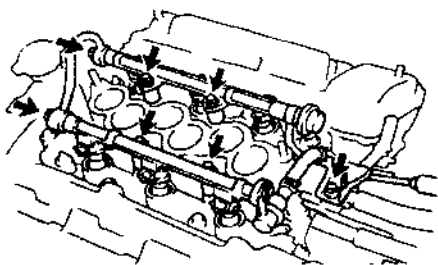
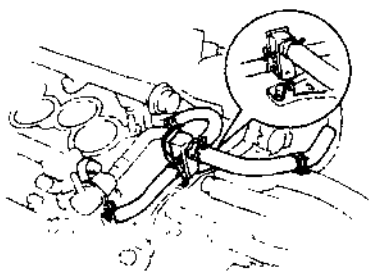

图 1.41 燃油管和输油管的固定
图 1.42 辅助空气管道的安装位置
- 拧紧2个接头螺栓，将2号燃油管固定到输油管上。如图1.41所示。扭矩为 $32\text{N} \cdot \text{m}$ 。
- ② 安装辅助空气软管和管道。
- 将辅助空气管道安装在1号燃油管上的支架上，如图1.42所示。